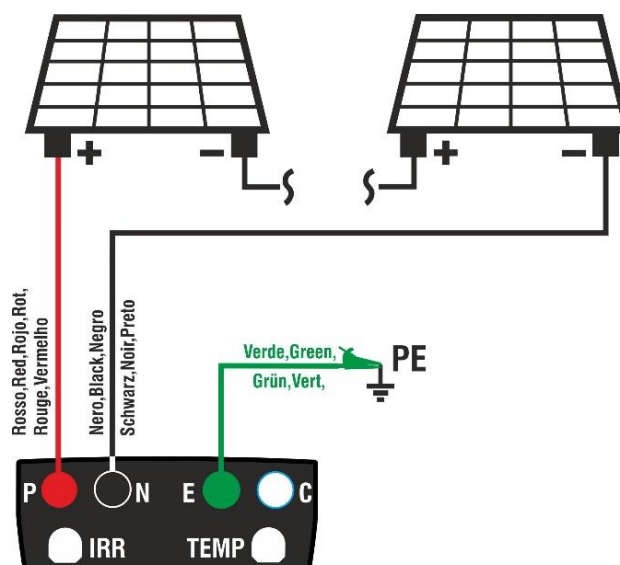

Fig. 9: Collegamento strumento per misura di isolamento in modo GFL
- Collegare lo strumento alla stringa FV in prova come mostrato in Fig. 9. **Si ricorda che occorre sezionare anche eventuali scaricatori connessi ai cavi della stringa e che è consigliabile eseguire la misura a monte di eventuali diodi di blocco**